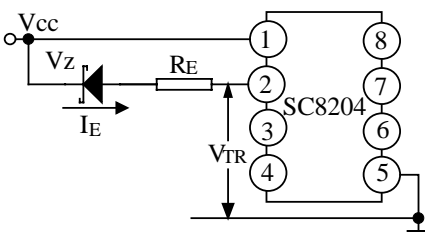

图 4
- 如图 4 所示，使用齐纳二极管可以改变起振电压 V_{INIT} 。 V_{INIT} 由下式决定：